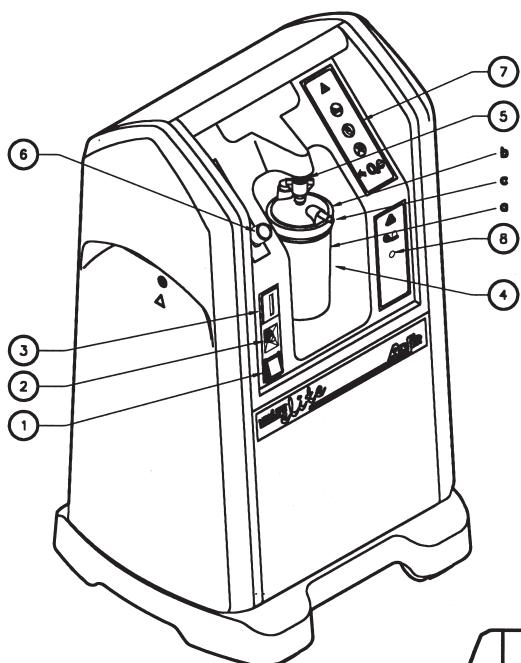

Fig. I.1
I. 1. Face avant (Fig. I. 1)	2-FR
I. 1. Face avant (Fig. I. 1)